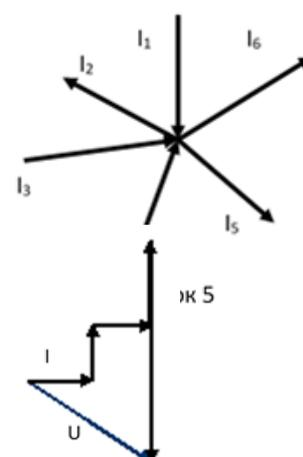

Рисунок 1
6. Установить соответствие между контуром цепи (рисунок 1) и уравнением, записанным по второму закону Кирхгофа